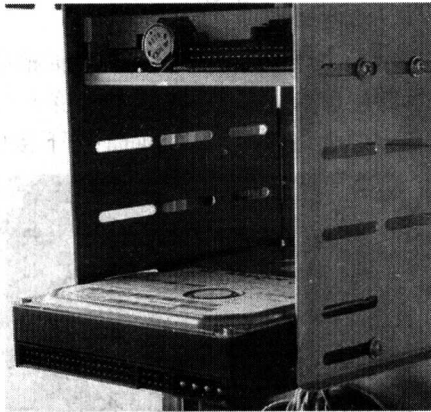

图1-5 拔下电源插头的驱动器
(5) 拔下驱动器电源插头 硬盘、光驱电源插头为大四针插头，软驱电源插头为小四针插头，沿水平方向向外拔出即可，安装还原时请注意方向，反向一般无法插入，强行反向插入接通电源后会损坏驱动器。如图1-5所示。